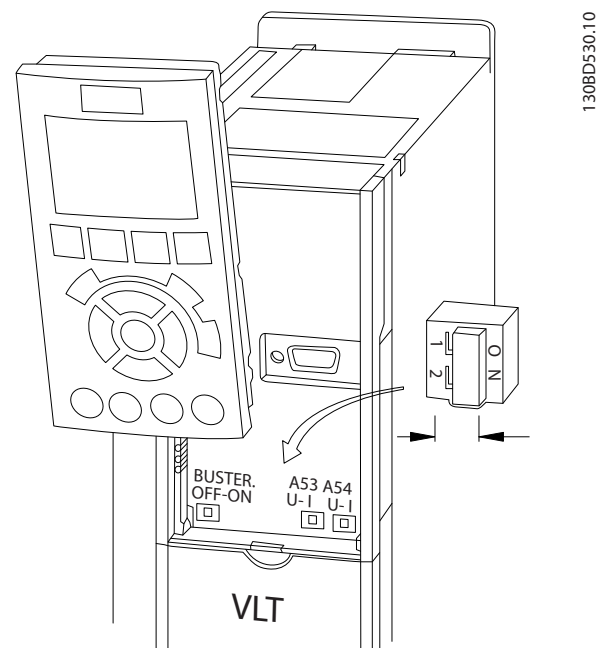

Abbildung 4.13 Lage der Schalter für die Klemmen 53 und 54
1. Nehmen Sie die LCP-Bedieneinheit ab (siehe *Abbildung 4.13*).
- Schließen Sie die Segmente an beiden Endpunkten ab – entweder mit Hilfe des Terminierungsschalters (Bus-Term. ein/aus, siehe *Abbildung 4.13*) des Frequenzumrichters oder mit einem Widerstandsnetzwerk.